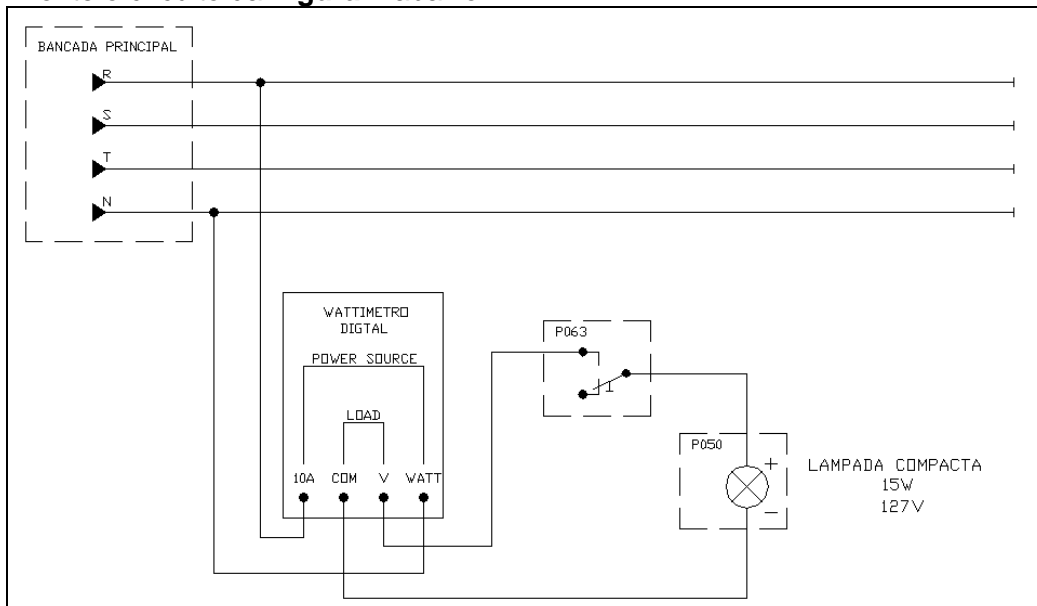

Figura 1 – Ligação de uma lâmpada Compacta Fluorescente.
4.1 Monte o circuito da **Figura 1** abaixo: